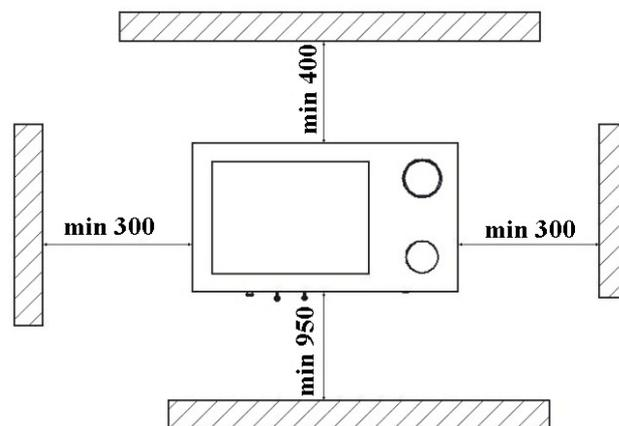

Abb. 8
- Die Geräte und die Rauchrohre sollten in einem bestimmten Mindestabstand (angezeigt in der Abb. 8) von brennbaren Gegenständen und Bauwerken ferngehalten.